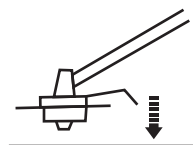

Fig. 22
- > La tête de coupe est équipée d'un amortisseur (37) permettant de couper le fil (38) durant le fonctionnement. Donnez de légers coups avec l'amortisseur sur une surface solide pour extraire le nouveau fil (Fig. 22).
- > Une lame (21) est intégrée au collier (20a) pour couper le fil à la longueur nécessaire.